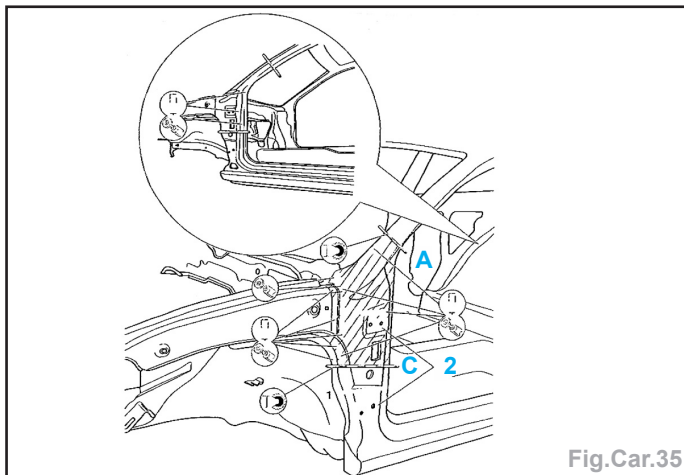

Fig.Car.35
- Tracer puis découper le pied de caisse à l'aide d'une meule assiette en suivant les lignes (A et C) (Fig.Car.35).